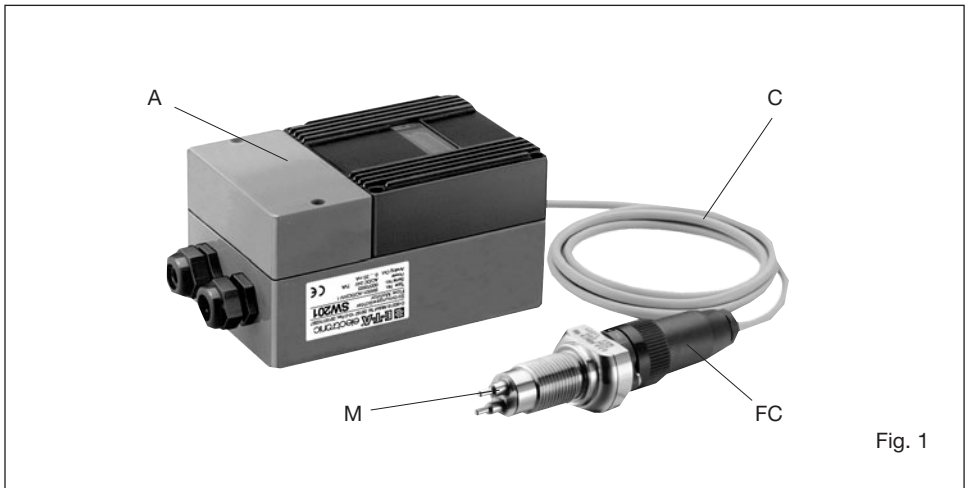

Fig. 1
- Mit einem Schalter (B) kann auf schwach wärmeleitende Medien umgeschaltet werden (niedrigere Heizleistung für Luft).
Der Strömungswächter besteht aus Messkopf (M) mit Flanschstecker (FC), Kabel (C) und Auswertelektronik (A). (Siehe Fig. 1)
The system is made up of monitoring head (M) with flange connector (FC), cable (C) and control unit (A), see fig. 1.